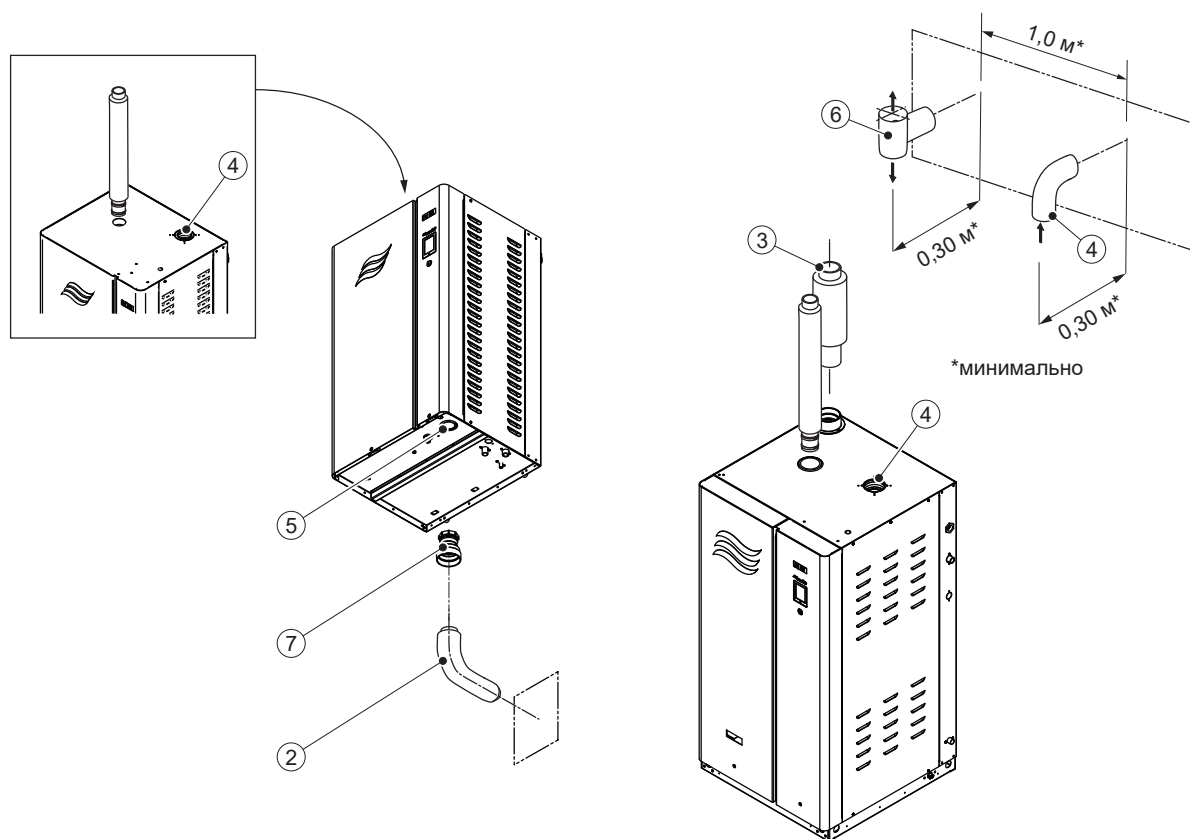

Рис. 15: Схема подачи наружного воздуха для сгорания топлива (компактный агрегат показан слева)
Примечание: для защиты от попадания грязи и мусора в камеру сгорания необходимо установить колено с защитным экраном на входе воздуха во все полноразмерные агрегаты (GS 65–260). Место соединения необходимо обработать силиконовым герметиком. Необходимо устранить любые возможные препятствия для забора воздуха. См. рис. 15, стр. 39. Наружные диаметры колена приведены в табл. 13, стр. 39.
- Концевой участок (колено) воздуховода забора воздуха устанавливается снаружи здания, при этом он должен смотреть вниз, см. рис. 15, стр. 39. Расположение воздухозабора и расстояние между ним и выхлопным патрубком должны отвечать требованиям действующих норм и правил; расстояние между ним должно составлять не менее 1 м.